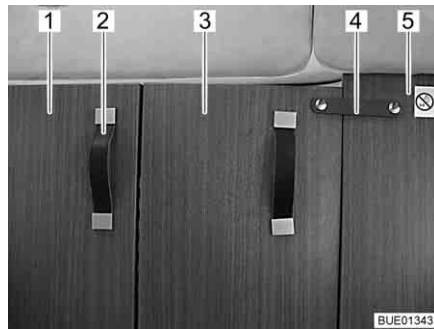

Bild 58 Fahrerhausabtrennung, geschlossen
- Fahrerhausabtrennung (Bild 58,1) am Griffband (Bild 58,2) ganz nach innen ziehen.
- Den klappbaren Teil der Fahrerhausabtrennung (Bild 58,3) mit dem Sicherungsband (Bild 58,4) an der festen Zwischenwand (Bild 58,5) hinter dem Beifahrersitz befestigen.